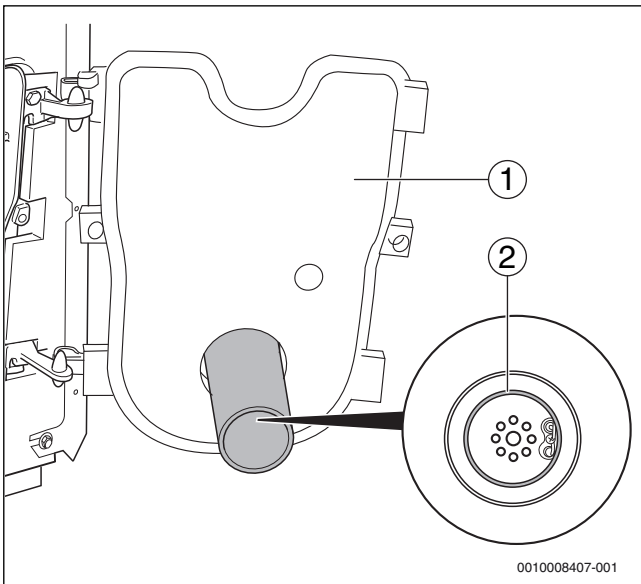

Fig. 42 Vérifier le bon positionnement du joint
- ▶ Lorsque la porte du brûleur est ouverte (→ fig. 42, [1]), vérifier la bonne assise du joint (→ fig. 42, [2]).
- ▶ Fermer la porte du brûleur (→ fig. 42, [1]) et visser les vis de fixation de la porte du brûleur à fond (env. 10 Nm).